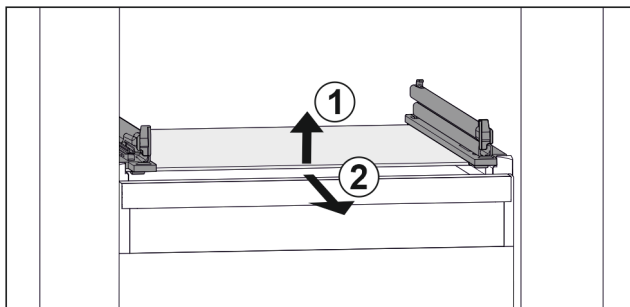

Fig. 144 Beispielhafte Darstellung der Glasplatte
- ▶ Glasplatte vorne anheben. Fig. 144 (1)
- ▶ Glasplatte nach vorne entnehmen. Fig. 144 (2)